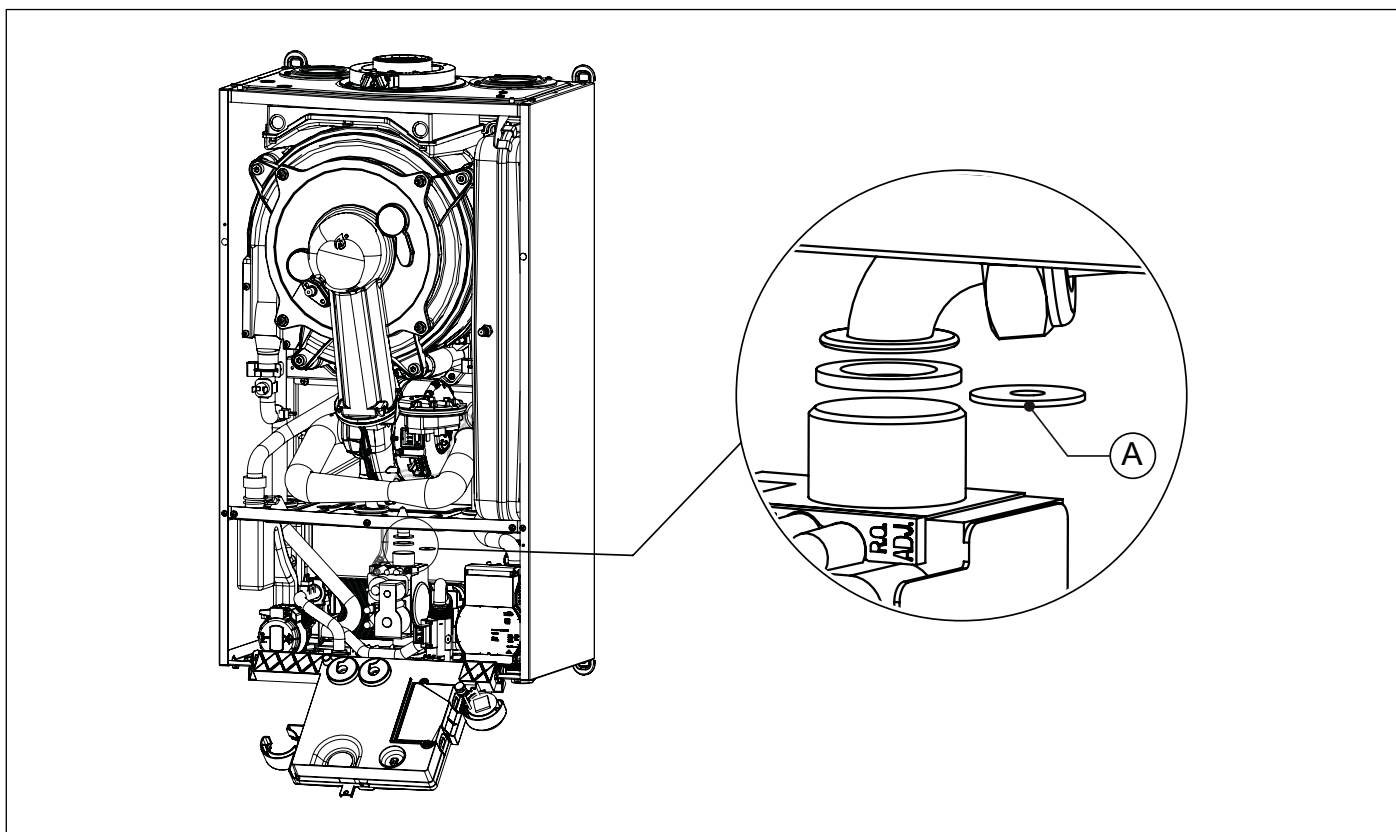

Рис. 24 Замініть діафрагму газу
- Від'єднайте трубку газу (див. Рис. 24 Замініть діафрагму газу).
- Замініть діафрагму газу (А) на нову відповідно до типу газу (див. Рис. 24 Замініть діафрагму газу та Таб. 10 Діаметр діафрагми газу [мм]).